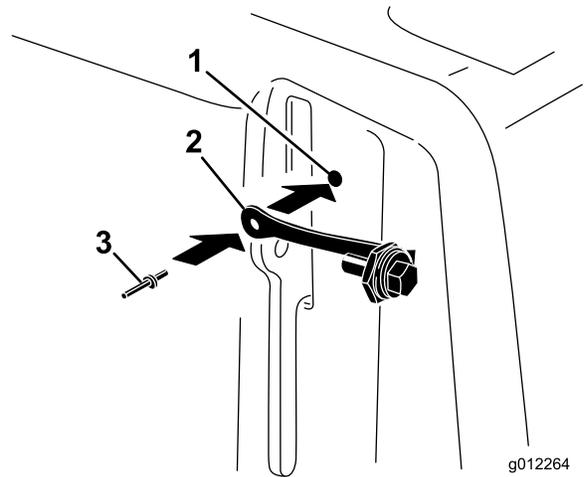
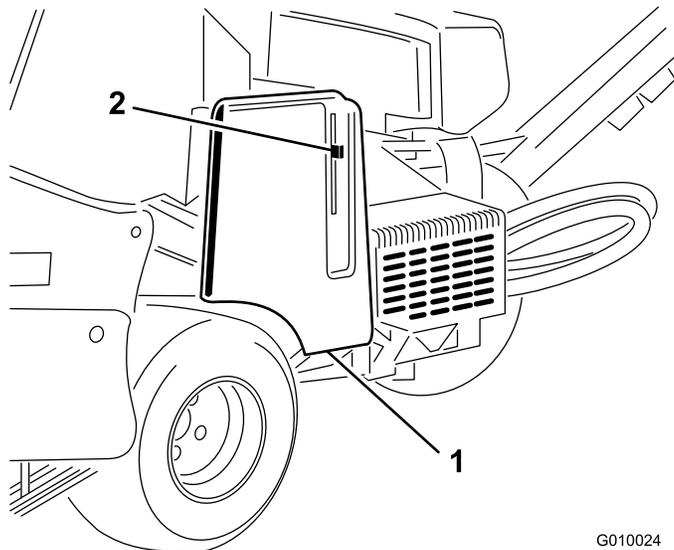

Figure 17
Figure 16
2. Fixez la sangle de sécurité dans le trou du protège-courroies au moyen d'un rivet aveugle (Figure 17).
1. Localisez le trou dans le protège-courroies, à côté de la fente du levier de verrouillage (Figure 16 et Figure 17).